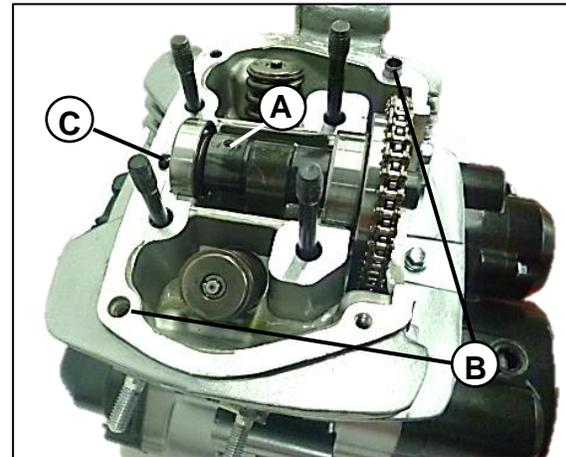

Fig. 16
Al realizar el ensamble del árbol de levas, tener en cuenta su posición (A) y las guías del motor (B) verificar el sello de presión de aceite (C) que se encuentre en su posición. **Fig. 16**